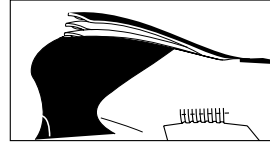

Abbildung 4
2. Mittlere Geschwindigkeiten zwischen Null und der ausgewählten maximalen Geschwindigkeit können mit dem Einstellhebel in der Mittelstellung genutzt werden –siehe Abbildung 4